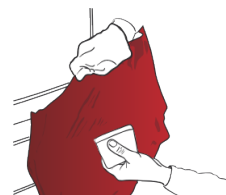

Abbildung 23
- › Gegebenenfalls die Folie wieder ablösen, erneut spannen, die konvexe Fläche vollständig bedecken und verkleben. (Abb. 23)